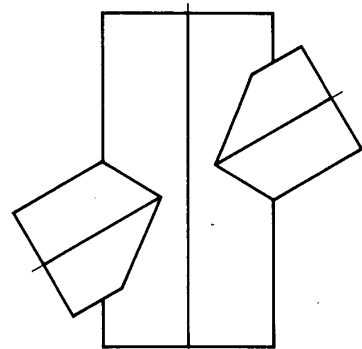

Bild 4
④ Bild 4 und 5
⑤ Alle Bilder sind normgerecht gezeichnet.
6. Markieren Sie jeweils mit einem Kreuz (X) die richtigen Antworten (10x3P)
- d) Bild 4